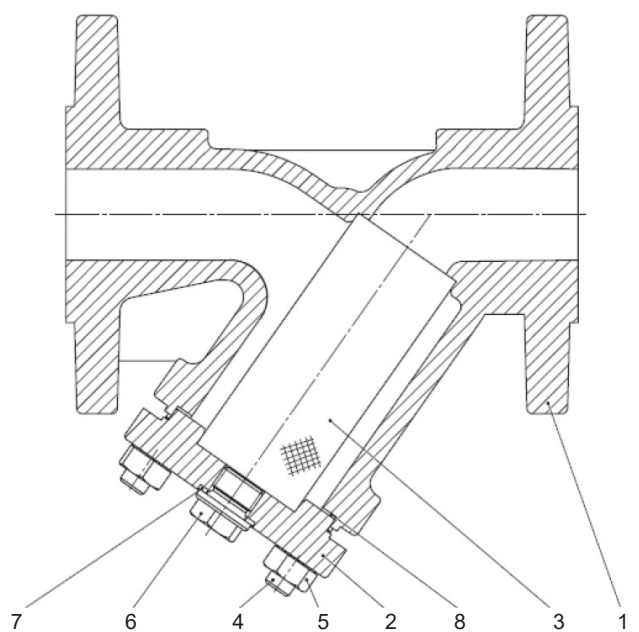

Fig 33K
## Filtri Fig 33K in ghisa
**Esempio:** N° 1 filtro di linea a Y Spirax Sarco Fig 33K, con corpo in ghisa, elemento filtrante in acciaio inossidabile, foratura 1,25 mm e attacchi flangiati EN 1092 PN16 DN80.
**Esempio:** N°1 elemento filtrante in acciaio inox con fori da 1,0 mm per filtro Spirax Sarco Fig 33K PN16 DN50.